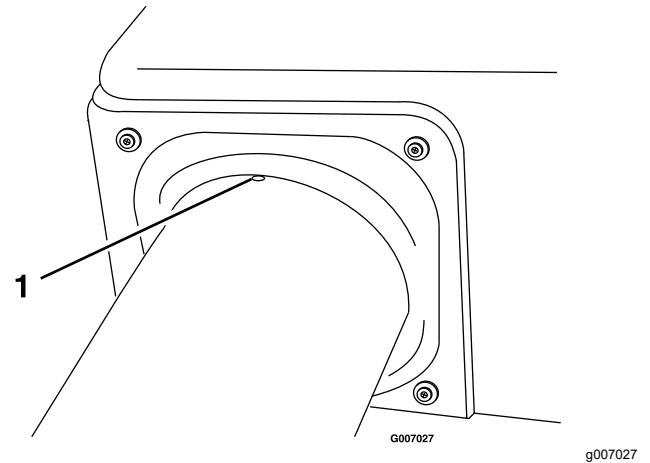

Figura 33
4. Centre el resalte del tubo superior entre los tornillos que sujetan la junta de la tolva a la tolva (Figura 33).
8. Compruebe que el resalte de **Figura 33** está todavía en su lugar.